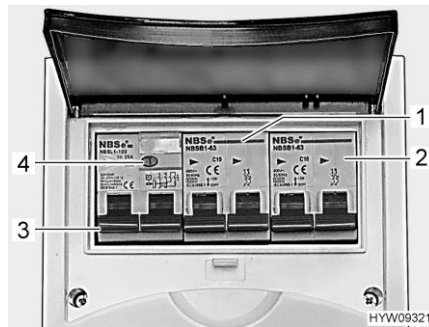

Fig. 101 Interruptor de protección de línea e interruptor FI (caja de fusibles de 230 V)
Un interruptor de corriente de defecto (interruptor FI) (Fig. 101,3) en la caja de fusibles asegura el vehículo completo contra corriente de defecto (30 mA).
El interruptor de protección de línea conectado en serie (10 A) (Fig. 101,1) asegura las cajas de enchufe de 230 V, el bloque eléctrico, el cargador adicional y el frigorífico.
En los vehículos con equipamiento especial, p. ej. la instalación de aire acondicionado en el techo, un interruptor de protección de línea adicional (16 A) (Fig. 101,2) asegurará el aparato.
- Si el vehículo está conectado a la alimentación de 230 V, pulsar la tecla de prueba (Fig. 101,4). Se debe activar el interruptor de corriente de defecto (FI).